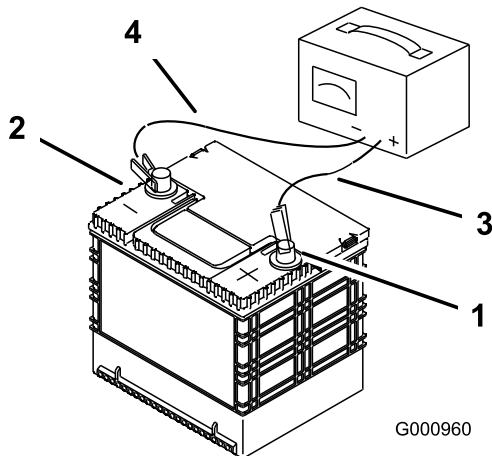

Figure 48
2. Quand la batterie est chargée au maximum, débranchez le chargeur de la prise, puis débranchez les fils du chargeur des bornes de la batterie (Figure 48).